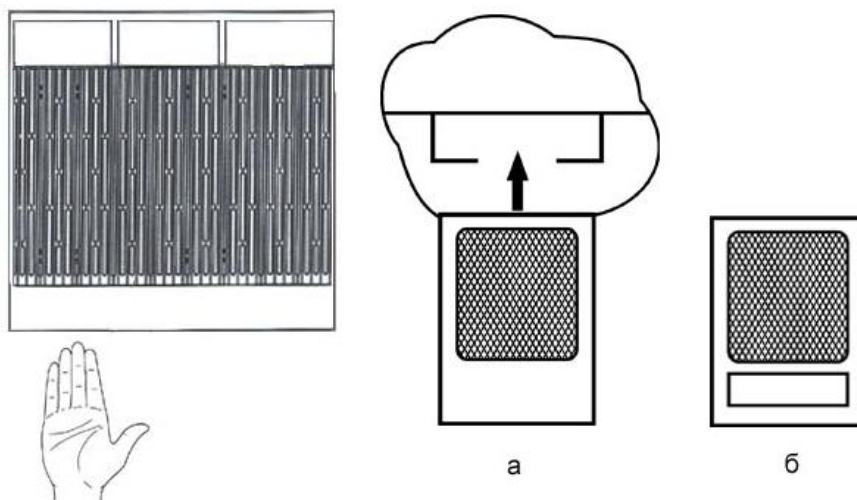

Рис. 4. Извлечение и установка воздушного фильтра.
1. Вставьте руку под корпус устройства, как показано на рис. 4.
2. Возьмитесь за ручку-выемку на фильтре (рис. 4б) и с усилием потяните на себя.